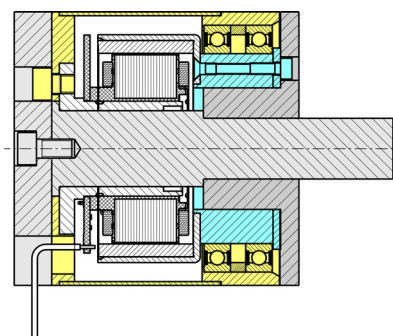

図 3-18 ステータ／ロータ最終位置
- ロータが完全にステータ内に収まるまで続けてください (→ 図 3-18)